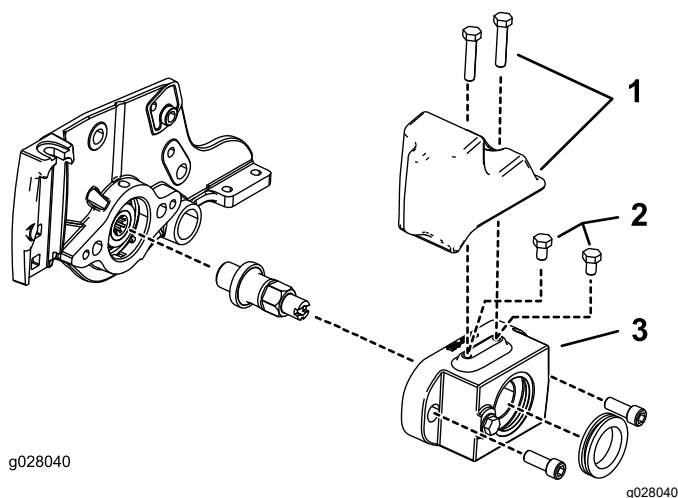

図 5
- 油圧駆動リールモーターの場合: 図 5 に示すように、ローラブラシハウジングの上部に2本のボルト (5/16 x 1/2") を取り付けます (油圧 5 インチ リール モーターのみ)。
- 電動のリールモーターウェイト (P/N 127-4259-03) 1個とボルト (P/N 322-7) 2本を別途購入して 図 5 のように取り付ける。